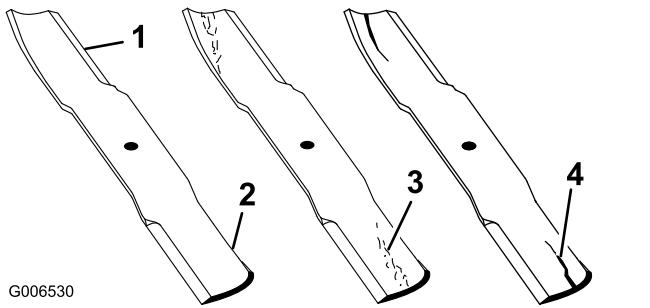

Рисунок 70
1. Осмотрите режущие кромки (Рисунок 70).
- При обнаружении признаков повреждения, износа или образования зазора в этой области немедленно замените нож (Рисунок 70).